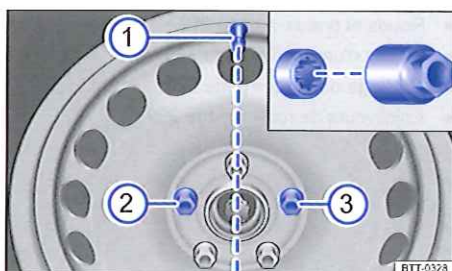

Fig. 224 Changement d'une roue : valve de pneu  et emplacements de montage du boulon antiviol de roue  ou .
Avant de remettre en place l'enjoliveur de roue plein, vous devez visser le boulon antivol de roue en position \Rightarrow fig. 224 ② ou ③. Il n'est sinon pas possible de monter l'enjoliveur de roue plein.
L'enjoliveur de roue plein doit être enfoncé sur la jante de telle sorte que la découpe de valve se trouve au-dessus de la valve du pneu \Rightarrow fig. 224 ①. Lorsque vous remettez en place l'enjoliveur de roue plein, veillez à ce qu'il s'encliquette correctement sur toute sa circonférence.
- Enfoncez l'adaptateur jusqu'en butée dans le boulon antivol de roue \Rightarrow fig. 224.
- Vissez dans le sens des aiguilles d'une montre le boulon antivol de roue avec l'adaptateur sur la position ⇒ **fig. 224** ② ou ③ et serrez-le légèrement.